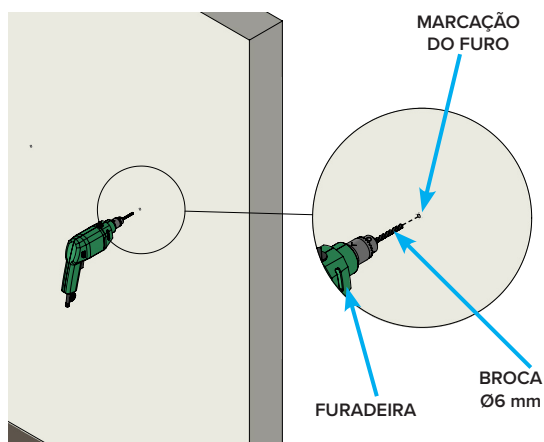

Figura 21 – Furos na parede
4. UTILIZAR a furadeira com a broca Ø 6 mm instalada para realizar os furos (Figura 21);